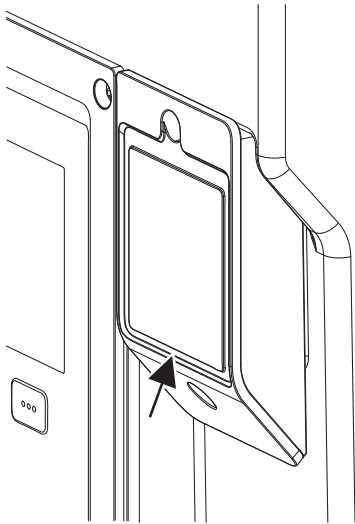

Fig. 27: Кришка для модуля Wilo-Smart Connect BT
1. Викрутити гвинт кришки модуля Wilo-Smart Connect (Fig. 27) та зняти кришку.
Через свою конструкцію модуль Wilo-Smart Connect BT може встановлюватися лише в одному напрямку. Модуль додатково не самофіксується. Кришка модуля Wilo-Smart Connect (Fig. 27) на верхній частині електронного модуля утримує модуль в інтерфейсі.